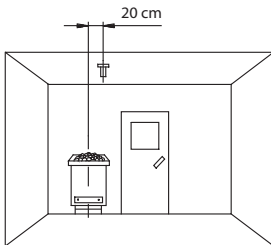

Abb. 7
Beachten Sie bitte, dass sich nachfolgende Maßangaben auf die Werte beziehen, die bei der Geräteprüfung nach EN 60335-2-53 vorgegeben wurden. Grundsätzlich muss der Ofenföhler an der Stelle montiert werden, an der die höchsten Temperaturen erwartet werden. Einen Überblick über den Montageort des Föhlers geben Ihnen die Abb. 7 - 9.
1. Der Ofenföhler wird in Kabinen bis zu der Größe von 2 x 2 m gemäß Abb. 7 und 8 montiert, in größeren Kabinen gemäß Abb. 7 und 9 montiert.